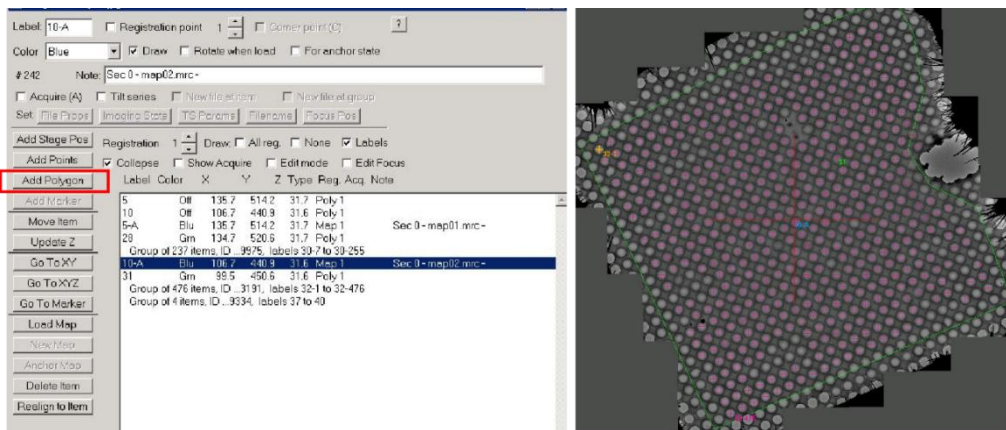

图 27
**5.1 框选选孔区域:** 在 Navigator 窗口中双击打开 map, (例如, map02.mrc)。若是 Square 的所有 hole 皆选, 则不需要 Add Polygon, 可直接进入 Find holes。局部选 hole 步骤: 点击 Add Polygon, 框选所要 add hole 的区域, 框选完毕点击 stop adding, 如图 27 所示。